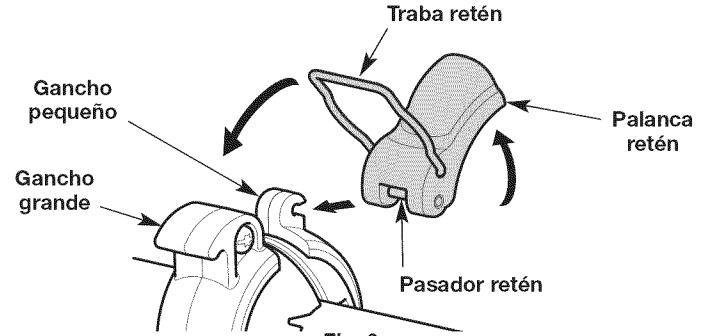

Fig. 6
6. Empuje el pasador retén por completo en el gancho pequeño de la manija (Fig. 6). Levante la palanca retén y empújela hacia el gancho grande (Fig. 6). Deslice la traba retén sobre el gancho grande (Fig. 6).